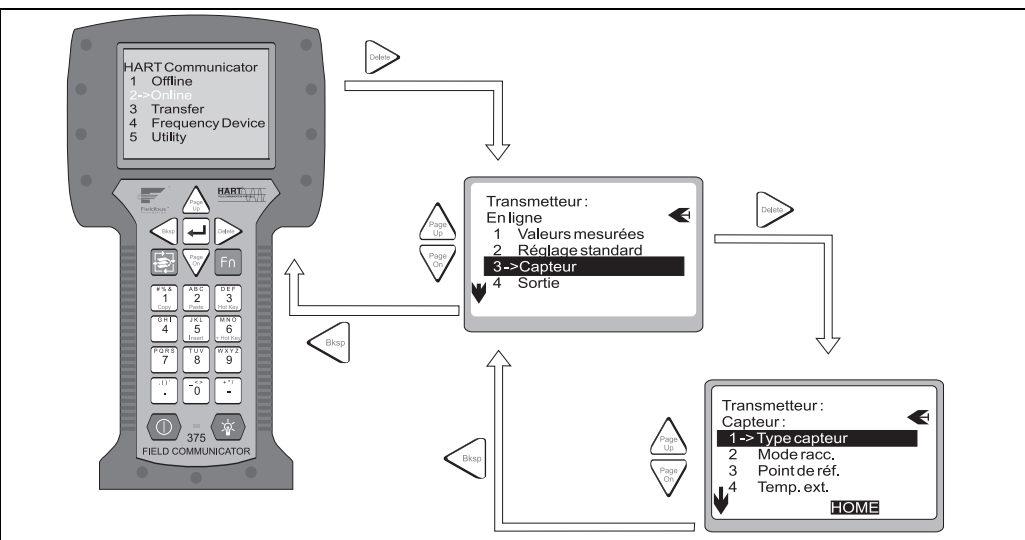

fig. 11 : Configuration sur le terminal portable pour 'Entrée capteur'
- L'appareil de mesure est déjà raccordé. Il apparaît tout de suite le premier niveau de la matrice de programmation (v. fig. 11). Dans cette matrice sont systématiquement agencées toutes les fonctions accessibles sous HART®.